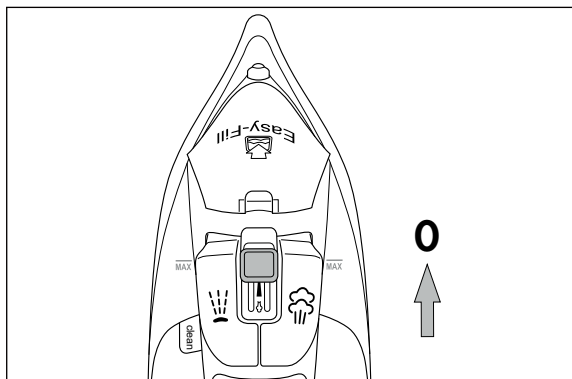

Abb. 2
- 1) Stellen Sie sicher, dass der Dampfgregler **3** auf Position **0** steht (siehe Abb. 2).
- 1) Schieben Sie den Dampfregler **3** ganz nach oben in Position **0** (kein Dampf) (siehe Abb. 2).